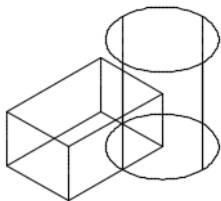
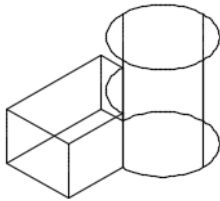

图 14-47 存在着两个实体
图 14-48 合并结果
- ① 打开“并集即学即练.dwg”文件，该文件中存在着图 14-47 所示的两个实体。
- ② 在功能区“实体”选项卡的“布尔值”面板中单击“并集”按钮.
- ③ 选择要合并的对象。在本例中选择长方体，接着选择圆柱体，然后按〈Enter〉键，从而将所选的两个实体对象合并为一个实体对象，效果如图 14-48 所示。